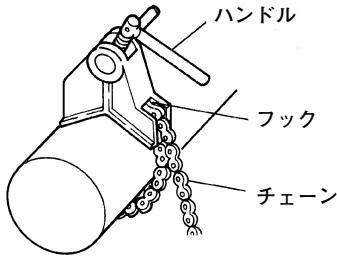

図 8
- (1) 既設管など、固定されているものの以外の加工物は、万力等でしっかり固定します。
- (2) チェーンをチェーンバイスのフックに確実に入れ、ハンドルをまわしてチェーンバイスを加工物にしっかり固定します。(図8)